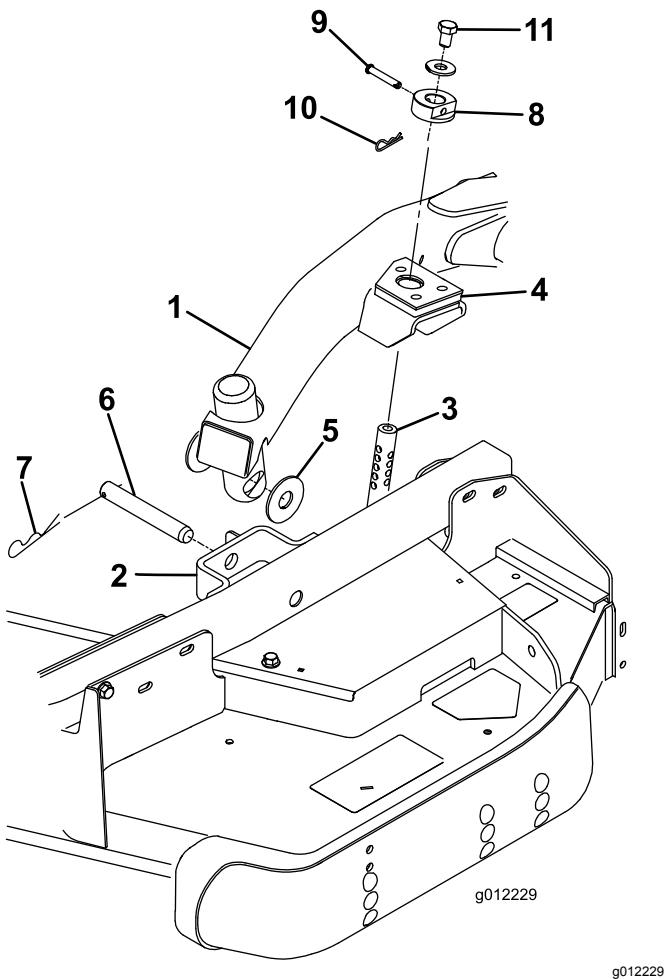

Figura 24
- Mueva la palanca de elevación a la posición de FLOTACIÓN. Empuje hacia abajo uno de los brazos de elevación hasta que los taladros del brazo de elevación estén alineados con los taladros del soporte del brazo de la rueda giratoria y pueda insertar la varilla de ajuste de altura de corte en los alojamientos del brazo de elevación (Figura 24).
- Fije el brazo de elevación al brazo de la rueda giratoria con las 2 arandelas de empuje, un pasador y una chaveta. Coloque las arandelas de empuje entre el brazo de elevación y el soporte del brazo de la rueda giratoria (Figura 24). Introduzca el extremo del pasador en la ranura de la pestaña del brazo de la rueda giratoria para retener el pasador.
- Coloque los collares de ajuste de la altura de corte sobre las varillas de ajuste de la altura de corte y sujetelos con los pasadores y las chavetas (Figura 24).
- Instale un perno ( $\frac{1}{2}'' \times \frac{3}{4}''$ ) y una arandela en la parte superior de cada varilla de ajuste de la altura de corte (Figura 24).